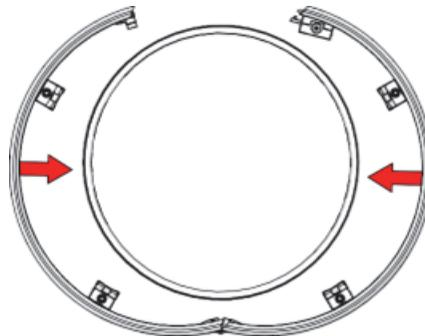

Figure 1-20 Installation de la bande circonférentielle
2. Installez la bande autour du tuyau (Figure 1-20 à la page 41).